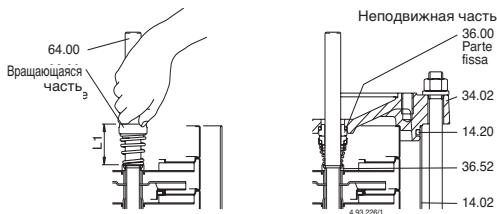

Рис. 5 Установка механического уплотнения
При разборке или повторной сборке насоса используйте схему, данной на чертеже в разрезе (раздел 14) - рис. 5, 6.
7. снять верхнюю крышку (34.02) с вала (64.00) и наружного кожуха (14.02) – или вместе с наружным кожухом извлечь из корпуса насоса (14.00) – используя молоток или рычаг и выполняя извлекающие движения поочередно в диаметрально противоположных точках (рис. 5с).
5. Открутить винты (32.74) и снять фланец насоса (32.70) в комплекте с подшипником (66.00) и муфтой (64.22) снять муфту 64.30 и 64.28 для насосов более 4 кВт) со втулки (32.00) и с вала (64.00) (рис. 5б).
Насадите вращающуюся часть на вал (64.00) до упорного кольца (36.52), оставляя пружину в разжатом состоянии. Проверьте длину до и после насадки и поднимите вращающееся кольцо до начальной длины (L1 на рис. 5). Таким образом обеспечивается правильное сжатие пружины при установке неподвижной части и после закрепления вала в соединении (L2 на рис. 6b).